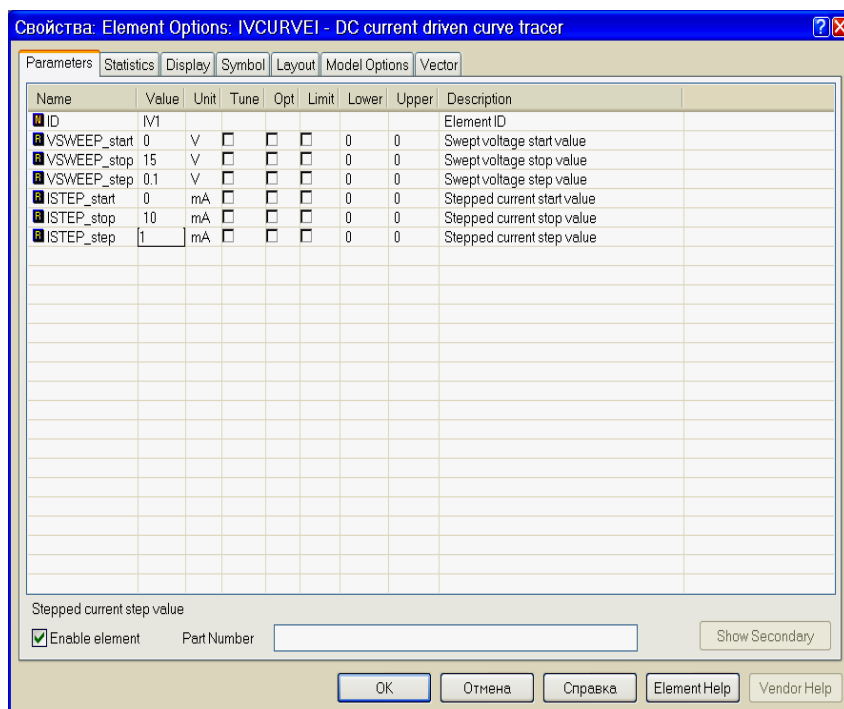

Рис. 4.4
2. Установите пределы измерений для напряжения и тока. Для этого измените значения полей **Value** (Значение) как показано на рис. 4.4 и нажмите **ОК**.